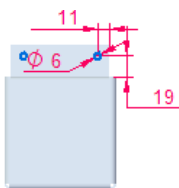
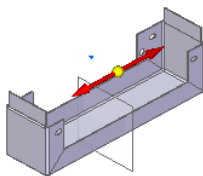

图 8.13.100 截面草图
图 8.13.101 定义移除方向
(2) 定义特征的截面草图。
① 选取草图平面。选取右视图(YZ)平面为草图平面。
② 绘制图 8.13.100 所示的截面草图。
③ 单击“主页”操控板中的“关闭草图”按钮, 退出草图绘制环境。
(3) 定义法向除料特征属性。在命令条中单击“厚度剪切”按钮和“全部穿透”按钮, 并将移除方向调整为双侧(图 8.13.101)。
(4) 单击按钮, 完成特征的创建。